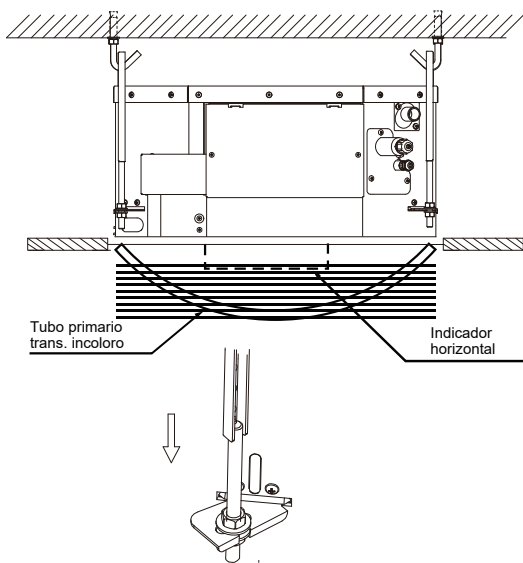

Figura 3.9
- Utilice ganchos de montaje ajustables para asegurarse de que el cuerpo de la unidad esté nivelado, de lo contrario se pueden producir fugas de agua. Nivele la unidad usando un nivel de burbuja o un tubo de polietileno lleno de agua. Véase Figura 3.9.